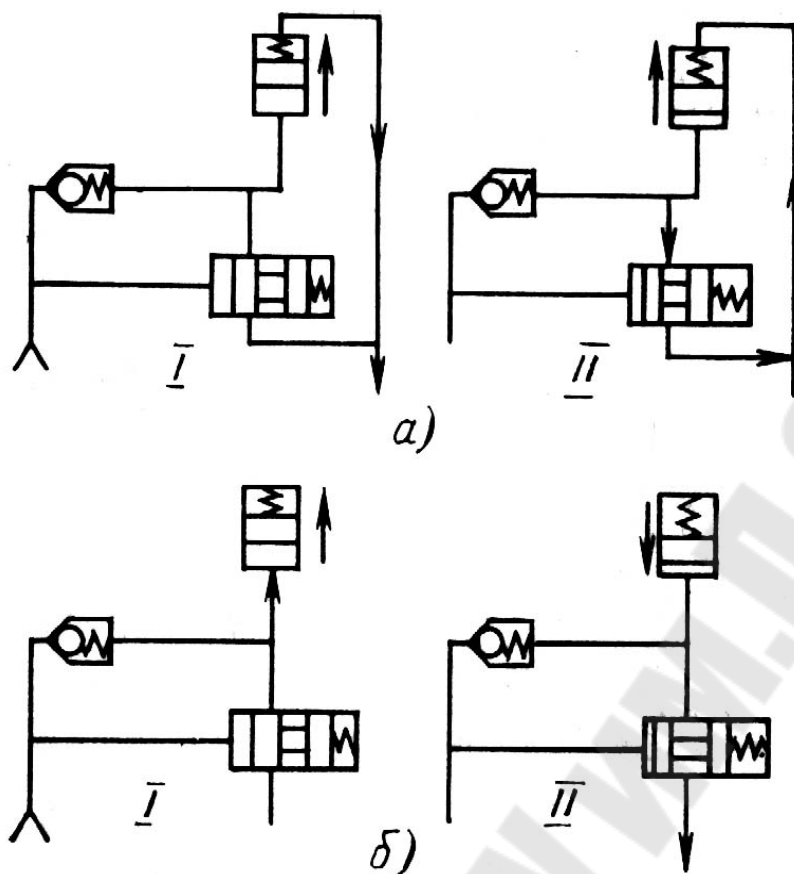

Рис. 4.3 – Принципиальные схемы импульсных питателей
-с выдачей дозы в момент подачи на вход импульса давления (рис. 4.3,а, положение I) и перезарядкой за счет усилий предварительной деформации упругого элемента (рис. 4.3,а, положение II);
-с выдачей дозы за счет усилий предварительной деформации упругого элемента (рис. 4.3,б, положение I) и перезарядкой при подводе на вход импульса давления (рис. 4.3,б, положение II).